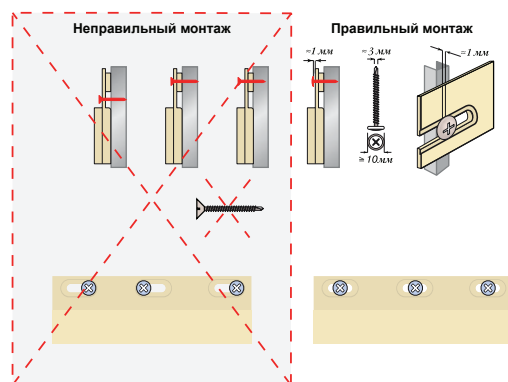

Рис. 3
- Закрепите фасадный J-профиль по аналогии с монтажом всех используемых элементов системы (Рис. 3). Для того, чтобы завести панель в универсальный J-профиль, его достаточно отогнуть.
ствуясь рекомендациями (Рис. 3). Последующие панели устанавливаются аналогично.